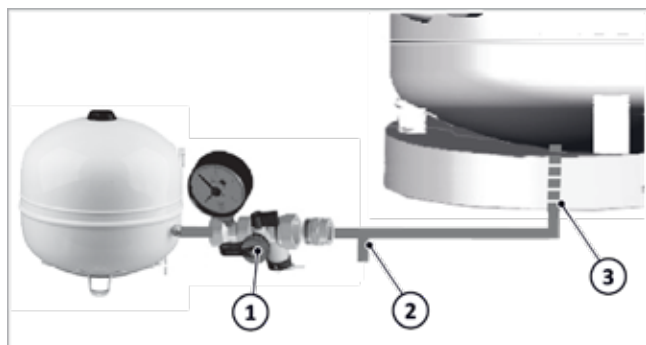

Fig. 10 : raccord du retour solaire et vase d'expansion du chauffage
- Retirer le capuchon du raccord de l'aller solaire (1).
Sur le raccord du retour solaire (2) sont raccordés le tube ondulé (→ fig. 10, 3) et le vase d'expansion du chauffage.